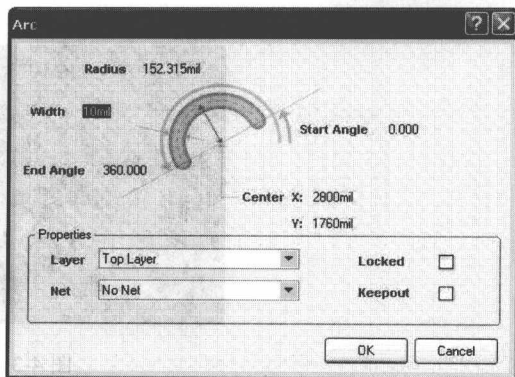

图 3-6 圆弧属性对话框
1. 在用鼠标放置圆弧导线时按 Tab 键，弹出 Arc (圆弧) 属性对话框，如图 3-6 所示。